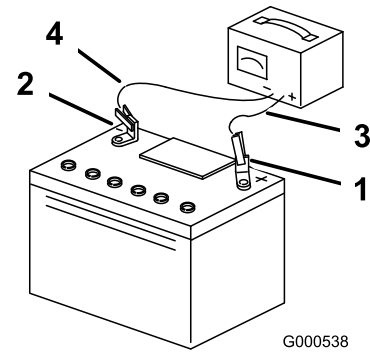

Figura 44
4. Cuando la batería esté completamente cargada, desconecte el cargador de la toma de electricidad, luego desconecte los cables del cargador de los bornes de la batería (Figura 44).